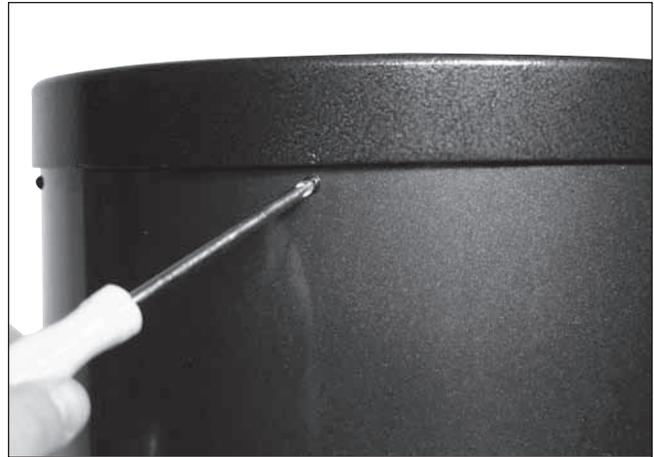

Figure 16. Pour retirer la bague d'extrémité arrière, dévissez les six vis qui la raccordent au tube.
1. Pour installer la cellule du miroir dans le tube optique, la bague d'extrémité arrière fixée à la section inférieure du tube optique doit être retirée. Commencez par dévisser et retirer les six vis cruciformes qui relient la bague au tube (figure 16), puis dégagez-la du tube.